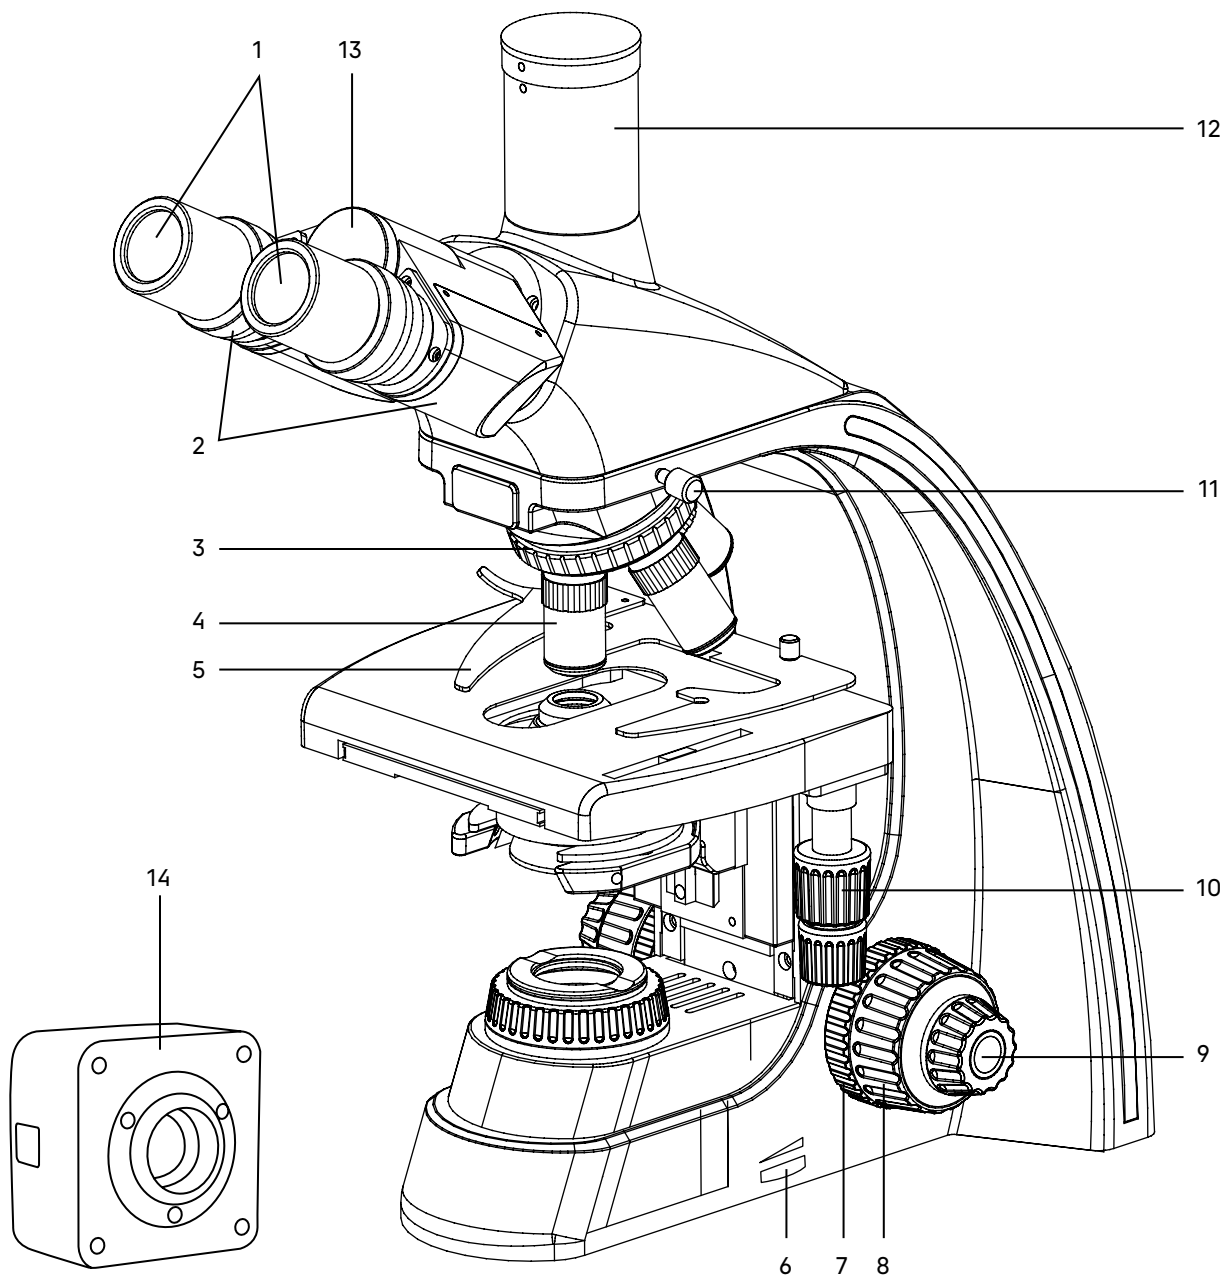
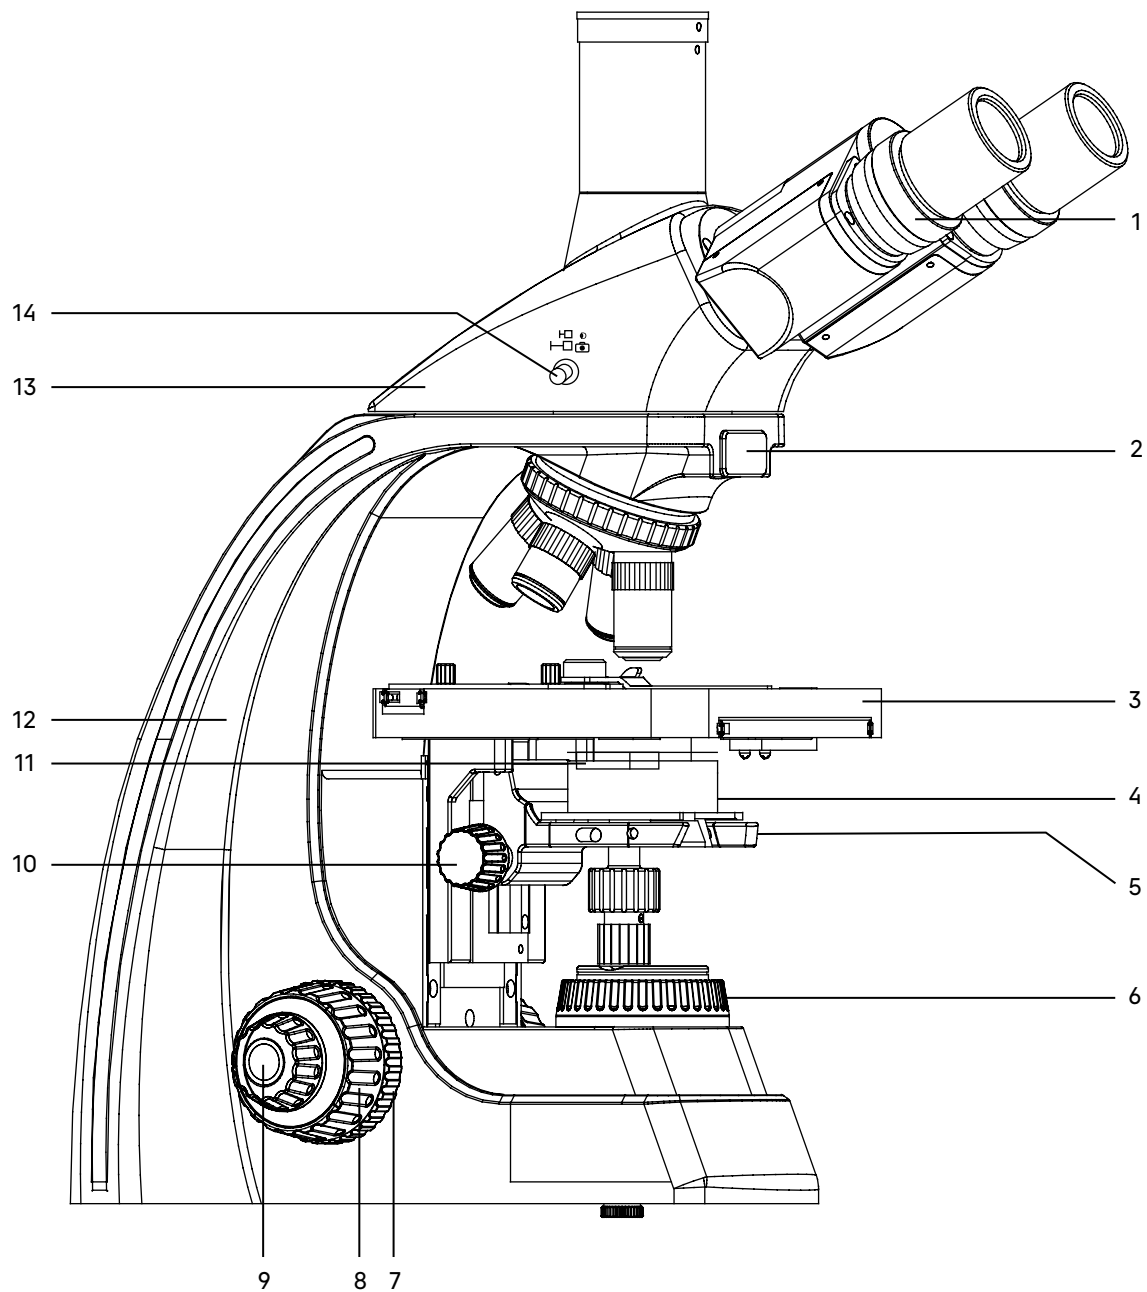

Рис. 1. Микроскоп MAGUS Bio D250. Вид справа
Рис. 2. Микроскоп MAGUS Bio D250. Вид слева
Общий вид микроскопа представлен на рис. 1 и 2.
Штатив 12 (рис. 2) представляет собой цельную конструкцию с основанием. Основание имеет Y-образную устойчивую эргономичную форму.
- револьвер 3 (рис. 1) с объективами 4 (рис. 1);
- предметный столик 3 (рис. 2);
- кронштейн конденсора 5 (рис. 2);
- коллектор в оправе с полевой диафрагмой 6 (рис. 2).
Ручка 6 (рис. 1) служит для регулировки напряжения питания источника света.
Фокусировка на объект осуществляется перемещением по высоте предметного столика 3 (рис. 2). Грубая фокусировка производится вращением коаксиальных рукояток 8 (рис. 1, 2), которые размещены по обеим сторонам штатива.
Тонкая фокусировка производится вращением рукояток 9 (рис. 1, 2), расположенных по обеим сторонам штатива. Тонкая фокусировка требуется для точного фокусирования на объект и для подфокусировки микроскопа на резкость изображения при смене объективов и препаратов.
Механизм регулировки жесткости хода грубой фокусировки 7 (рис. 1) – кольцо между штативом и рукояткой грубой фокусировки с правой стороны. С помощью кольца регулируется жесткость хода грубой фокусировки так, чтобы жесткость была комфортной для пользователя, но при этом столик не опускался самопроизвольно во время работы.
Рукоятка блокировки грубой фокусировки 7 (рис. 2) расположена с левой стороны. После завершения грубой фокусировки рекомендуется перевести рычаг в крайнее положение в направлении по часовой стрелке. Таким образом закрепится положение грубой фокусировки для быстрой рефокусировки после смены препарата.
Насадка 13 (рис. 2) обеспечивает визуальное наблюдение изображения объекта. Насадка устанавливается в отверстие штатива 12 (рис. 2) и закрепляется винтом 11 (рис. 1). Насадку при установке развернуть окулярами в сторону предметного столика.
Изменение межзрачкового расстояния в насадке осуществляется разворотом окулярных тубусов 2 (рис. 1) в пределах 48–75 мм. Значение расстояния, установленного в соответствии с глазной базой наблюдателя, отсчитывается по шкале на насадке 13 (рис. 1).
Механизм диоптрийной подвижки окуляров служит для компенсации аметропии глаз наблюдателя. Находится на левом окулярном тубусе – кольцо 1 (рис. 2).
В вертикальный тубус 12 (рис. 1) корпуса визуальной насадки (канал визуализации) для фиксации камеры (видеоокуляра) устанавливается переходник C-mount 1x. Камера служит для вывода изображения на экран компьютера или монитор/телевизор. Переключение светового потока на вертикальный тубус производится рукояткой 14 (рис. 2). Рукоятка имеет два положения: 100/0 и 0/100.
В комплект микроскопа входят окуляры 1 (рис. 1). Окуляры имеют высокое положение выходного зрачка и предназначены для работы как в очках, так и без них.
Револьверное устройство 3 (рис. 1) обеспечивает установку пяти объективов 4 (рис. 1). Смена объективов производится вращением револьверного устройства за конусную рифленую поверхность до фиксированного положения.
Объективы 4 (рис. 1) рассчитаны на длину тубуса «бесконечность». Парфокальная высота объективов составляет 45 мм, линейное поле зрения в плоскости изображения – 22 мм. Рассчитаны для работы с препаратами с толщиной покровного стекла 0,17 мм или без покровного стекла. Микроскоп укомплектован объективами-планахроматами с увеличением 4x, 10x, 40x, 100x. Дополнительно возможна комплектация объективами-планахроматами 20x и 60x.
Конденсор 4 (рис. 2) установлен в кронштейн 5 (рис. 2) под предметным столиком микроскопа. Тип крепления конденсора – «ласточкин хвост». Конденсор устанавливается по направляющим при поднятом столике и опущенном кронштейне. Перемещение конденсора вдоль оптической оси микроскопа осуществляется с помощью рукоятки перемещения кронштейна конденсора 10 (рис. 2), расположенной слева от наблюдателя под столиком микроскопа. Диапазон перемещения конденсора – не менее 21 мм.
Конденсор имеет слот 11 (рис. 2) для установки слайдера темного поля или слайдера фазового контраста.
Двухкоординатный предметный столик 3 (рис. 2) обеспечивает перемещение объекта в двух взаимно перпендикулярных направлениях с помощью рукояток 10 (рис. 1), расположенных на одной оси.
У столика отсутствует выдвижная зубчатая рейка по оси X, что повышает эргономичность работы. Механизм с ременной передачей плавно перемещает объект. Объект крепится на поверхности столика препаратодержателем 5 (рис. 1), для чего прижим отводится в сторону. Препаратодержатель крепится к столику при помощи двух винтов. При снятом препаратодержателе объект можно перемещать рукой.
Встроенный в основание микроскопа осветитель включает коллектор в оправе с полевой диафрагмой 6 (рис. 2) и источник света – галогенную лампу или светодиод.
Включение осветителя осуществляется с помощью выключателя на задней панели штатива. Регулировка яркости осуществляется ручкой 6 (рис. 1).
Полевая диафрагма регулируется (открывается/закрывается) вращением кольца оправы 6 (рис. 2).